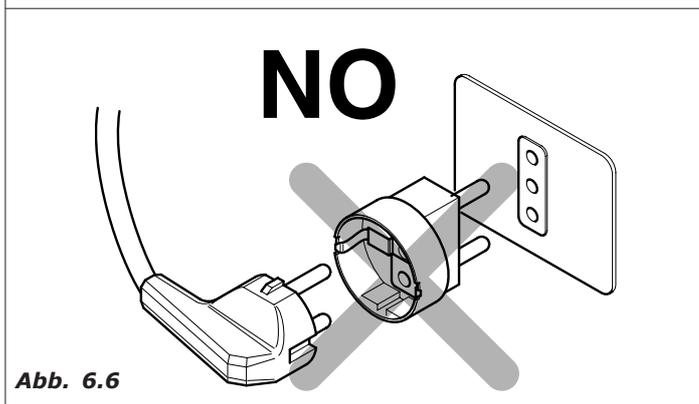

Abb. 6.6
- Queda prohibido utilizar de alargadores, adaptadores o enchufes múltiples (Fig.6.6).